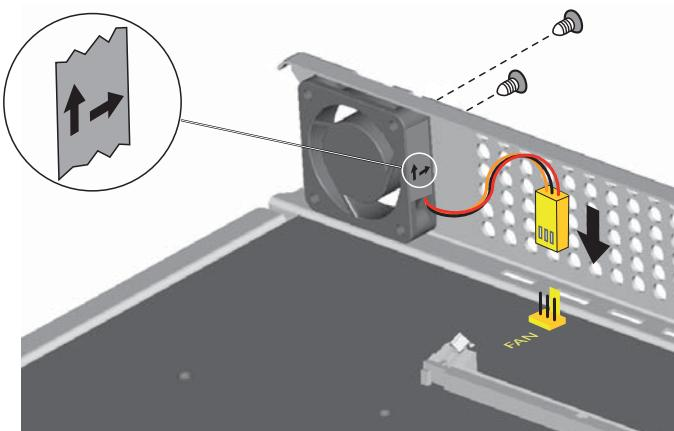

Fig. 17 Einbau des Lüfters in Mitel 430
3. Montieren Sie mit den 2 Schrauben den Lüfter an die Innenseite des Gehäuses. Beachten Sie dabei die Pfeile auf dem Lüfter. Sie geben die Drehrichtung und den Luftstrom an. Der Luftstrom muss aus dem Gehäuse des Kommunikationsservers herausführen (siehe Fig. 17).